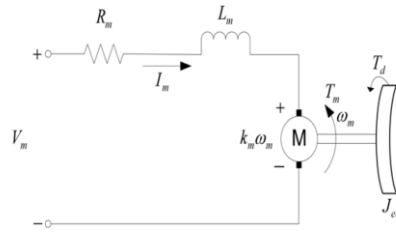

Figura 2 - Esquema de motor DC
6.1.1- Determinar las ecuaciones diferenciales que describen el sistema de la figura 2.